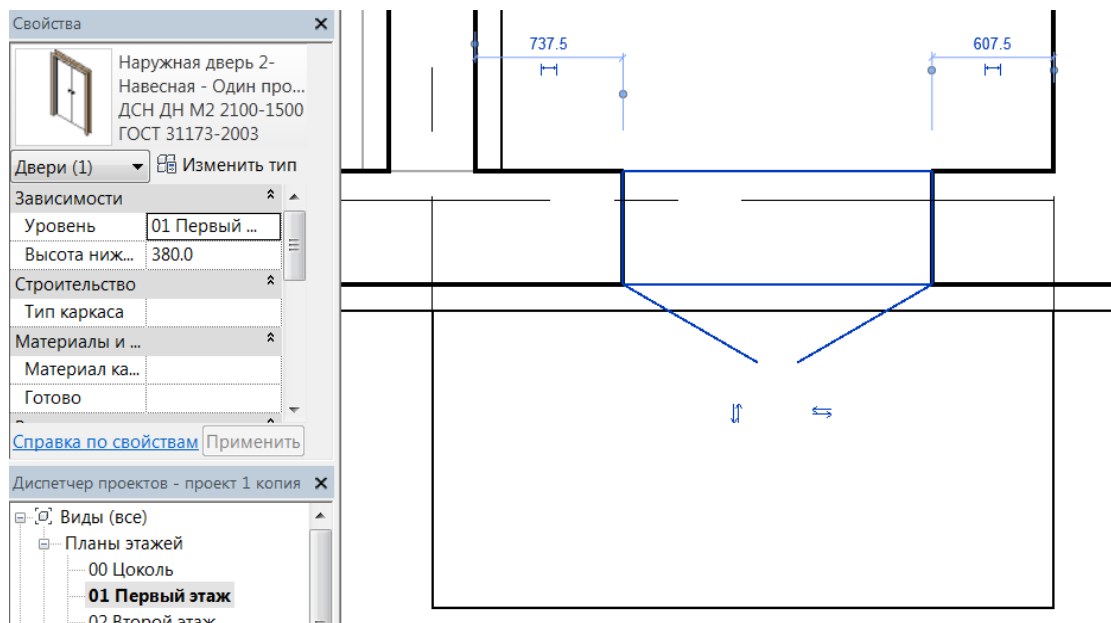
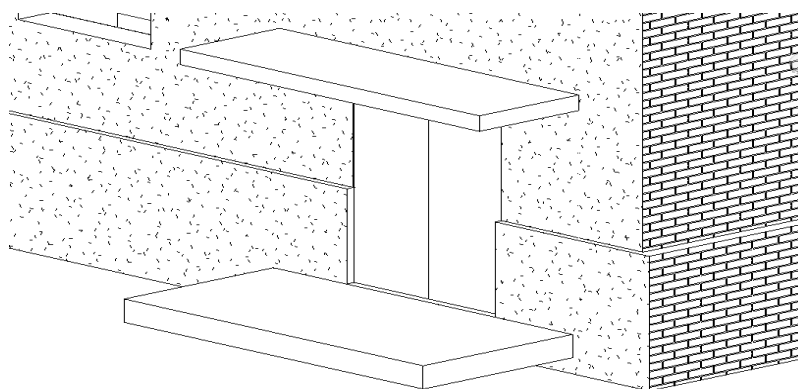

Рис. 78
Рис. 79
6. Установить дверь на плане согласно заданию и посмотреть в окне 3D (рис.78, рис.79).